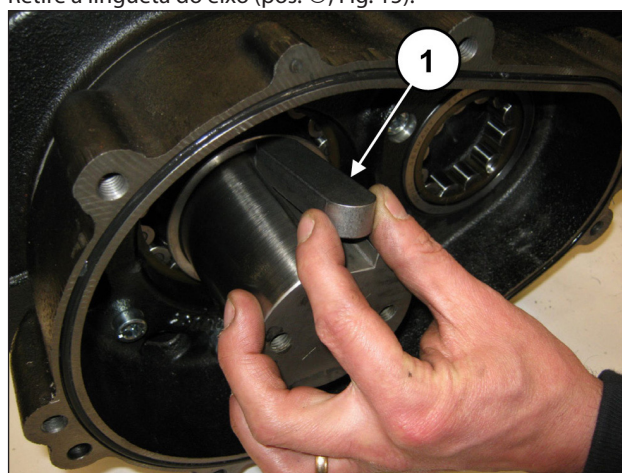

Fig. 15
Retire a lingueta do eixo (pos. ①, Fig. 15).